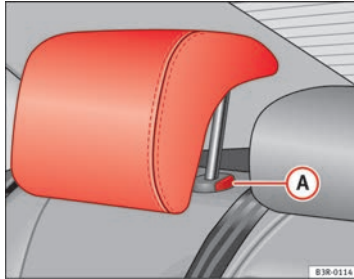

Abb. 5 Äußere Fondsitze: Kopfstütze
- Drücken Sie den Knopf (A) ⇒ Abb. 5 und führen Sie die Kopfstütze nach unten.
- Drücken Sie auf die Taste (A) ⇒ Abb. 5 und ziehen Sie gleichzeitig die Kopfstütze heraus.